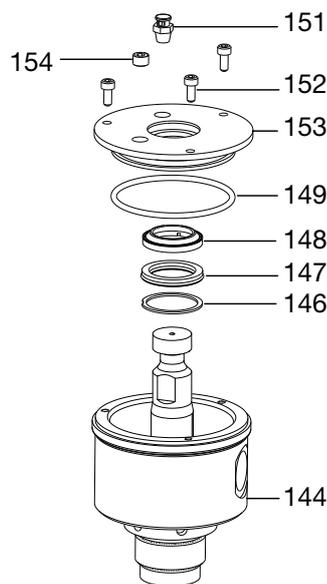

图 9
5. 在带封闭式湿杯（144）的活塞泵上，使用 M4 内六角扳手从湿杯盖（153）上卸下三个螺钉（152），并卸下盖子。排干湿杯（144）内的液体并清洗干净。参见图 9。